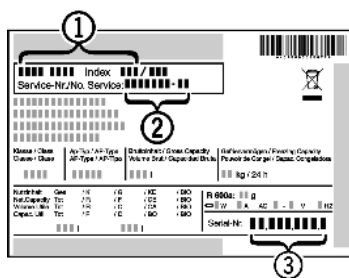

Fig. 32
- ▶ Označení přístroje Fig. 32 (1), servisní číslo Fig. 32 (2) a sériové číslo Fig. 32 (3) naleznete na typovém štítku. Identifikační typový štítek je umístěn na levé vnitřní stěně přístroje.